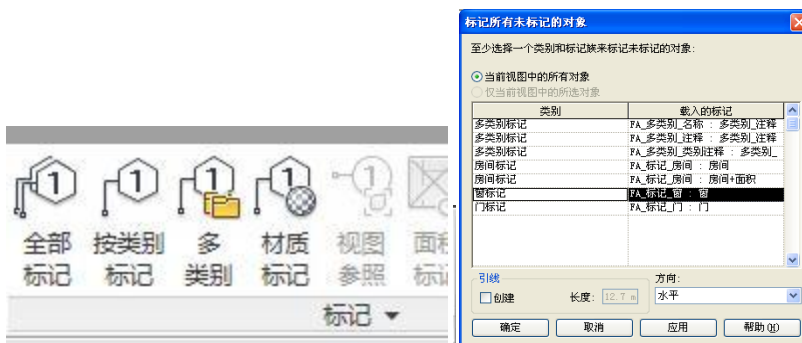

图 6-47
- 8) 通过全部标记放置窗标记，单击“注释”选项卡>“标记”面板下“全部标记”命令，在打开的“标记所有未标记的对象”对话框中选择“窗标记 FA\_标记\_窗：窗”单击确定，完成所有窗的标记，同时删除服务阳台东西侧窗户的标记（如图 6-47 所示）。